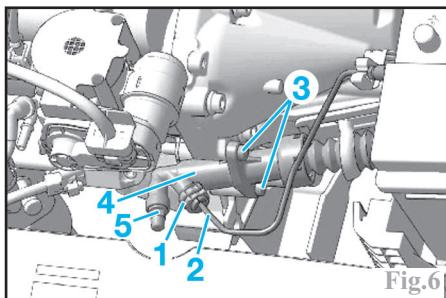

Fig.6
- L'agrafe (1) (Fig.6).
- Le tuyau (2).
Déposer le bouchon de purge sur la vis de purge (5) du récepteur hydraulique sur la boîte de vitesses (Fig.6).